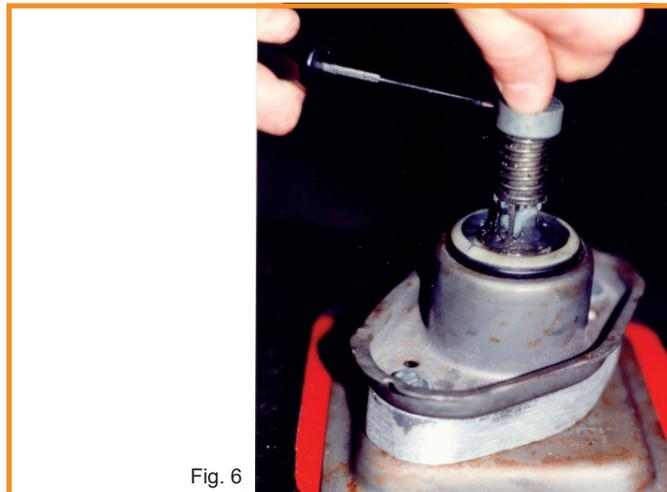

Fig. 6
- Insert the spring and secure the retention ring at the newly drilled location. See Fig.6
- Schieben Sie die Feder wieder auf den Schalthebel und befestigen Sie sie mit dem Haltering an der neu gebohrten Stelle. Siehe Fig.6.